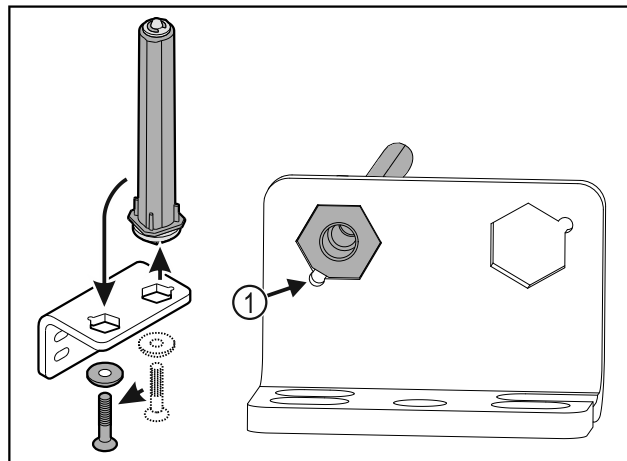

Fig. 30
- Aveți în vedere ca la introducerea, teșitura bolțului Fig. 30 (1) să fie orientată spre orificiul rotund.